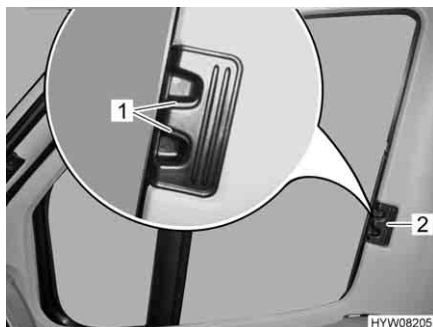

Fig. 83 Tendina oscurante pieghevole per il finestrino del conducente/passeggero
- Premere le maniglie di sbloccaggio (Fig. 83,1) e mantenerle premute.
- Con la levetta (Fig. 83,2) tirare le tendine oscuranti pieghevoli per il finestrino del guidatore e del passeggero verso l'altro lato della finestra e congiungerle alle strisce magnetiche.
- Inserire fino all'arresto le tendine oscuranti pieghevoli per il finestrino del guidatore e del passeggero per la maniglia (Fig. 83,2).
- Rilasciare le maniglie di sbloccaggio (Fig. 83,1) e mantenerle innestate.